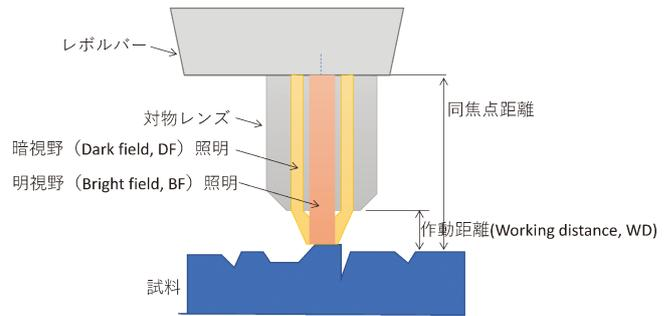

図7 対物レンズと試料の配置、および、明視野・暗視野観察の模式図。
- **作動距離(Working distance: WD)** : 図7に示すように対物レンズ先端からピントが合った時の試料面までの距離のことを指します。この距離が短いと式(1)で示すように開口数が大きくなりますから分解能が高いレンズということになりますね(レンズ構成にも依存しますが)。高倍のレンズほど試料を近づけて観察した経験があるかと思います。100倍の対物レンズで1mm程度の作動距離でした。不慣れな場合にはレンズを試料にぶつけてしまうことがあり、非常に危険です。そこで、最近ではこの作動距離が長い長作動レンズが一般的に使われるようになってきました。作動距離が長くてもうまくレンズ群が工夫されて、高い分解能が確保されています。倍率にもよりますが作動距離が10mm以上の対物レンズも用意されています。レンズを選択する機会があるときには一度確認してみましょう。